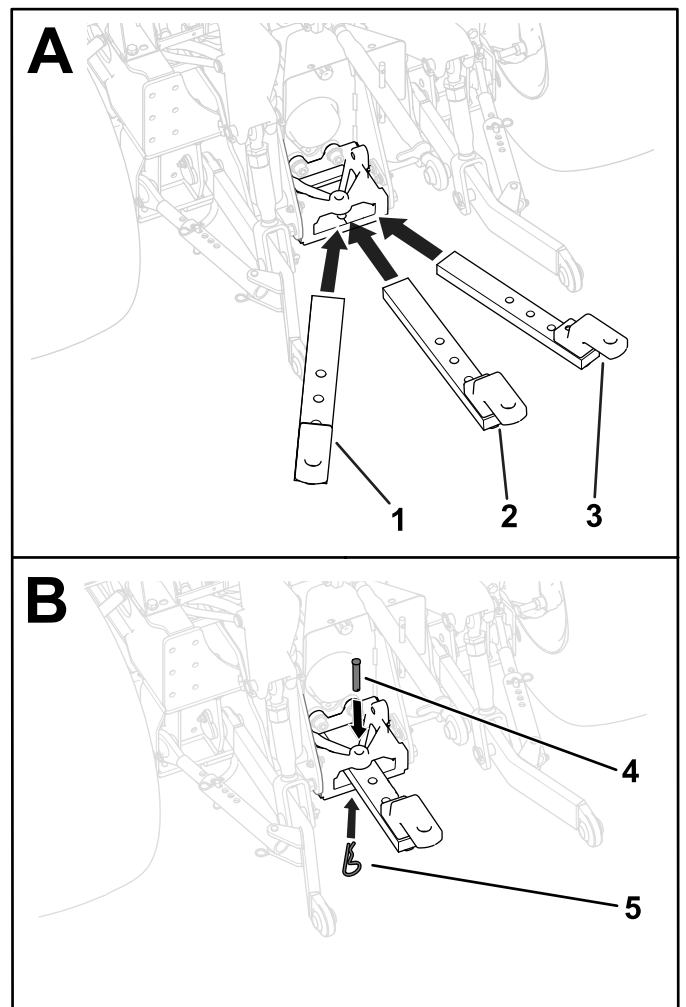

Figura 21
Potete montare la barra di traino in posizione regolata a sinistra, regolata a destra o centrata (Figura 21). Determinate la posizione della barra di traino opportuna per il vostro attrezzo, quindi montate la barra di traino come segue:
1. Inserite la barra di traino nel relativo supporto (Figura 21).
2. Fissate la barra di traino al supporto inserendo il perno con testa attraverso una delle tre posizioni dei fori di montaggio nella barra di traino e fissando la coppiglia a forcina al perno (Figura 21).